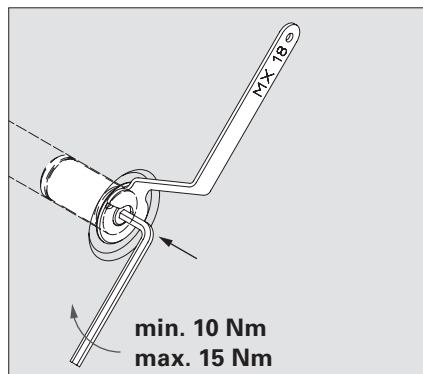

Fig. A10.09c
- (Fig. A10.09a – Fig. A10.09c)